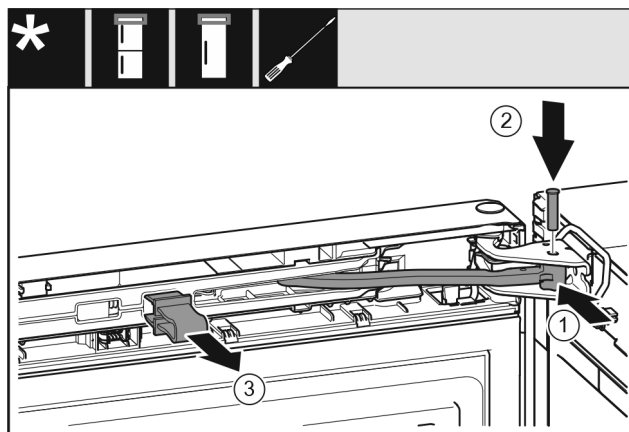

Fig. 31
- ▶ 将铰链 Fig. 31 (1) 转入托架。
- ▶ 将螺栓 Fig. 31 (2) 插入托架和铰链。同时注意止动凸轮需正确地位于凹槽中。
- ▶ 取下保险装置 Fig. 31 (3)。